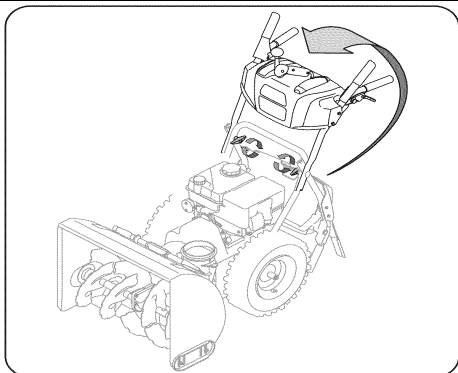

Рис. 1
b. Потяните верхнюю ручку вверх и назад, как показано на Рис. 1. Поворачивая ручку вверх, убедитесь, что оба конца центрального троса правильно расположены в кронштейнах. Совместите верхнюю ручку с нижней ручкой.